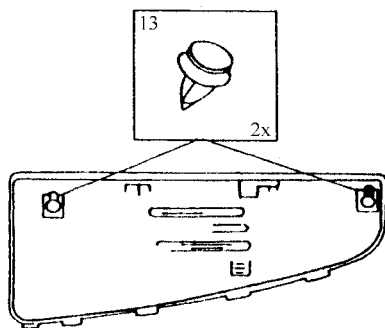

图 4-14 使用修剪钳
**特别提醒** 修剪钳不能用于前排乘客侧没有配置安全气囊的汽车, 应按图 4-14 所示方法使用修剪钳。
(2) 安装。